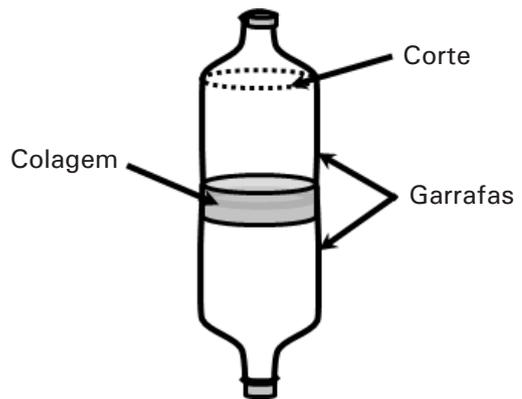

Figura 5. Distribuidor feito com duas garrafas PET.
Já o dispositivo da Figura 5 mostra uma construção um pouco mais complexa, mas fornece maior volume de água. Pode ser construído de acordo com a relação de materiais abaixo:
- xiv) agora o recipiente tem dois pescoços, como visto na Figura 5. Corte um deles, de preferência da garrafa que ficou externa, logo após encerrar a curvatura e iniciar a parte reta.
- Isto serve para entrar com a boia na garrafa. Portanto, está montada a garrafa coletora de água (Figura 5);